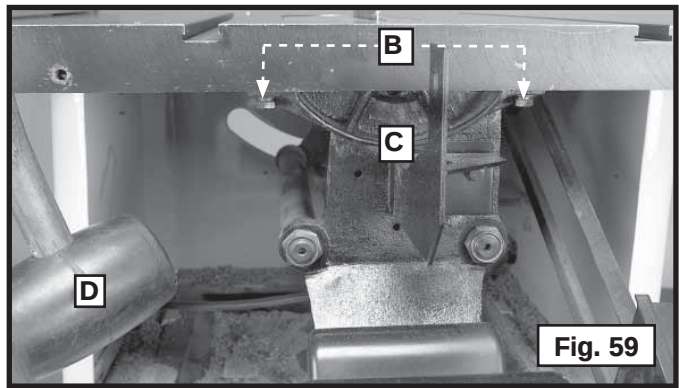

Fig. 59
3. Para ajustar, afloje los dos pernos de cabeza hexagonal (B), Fig. 59, que unen el soporte giratorio trasero a la mesa de la sierra.
4. Use un mazo de goma (o un martillo común con un bloque de madera) para golpear el soporte giratorio (C) hasta que la hoja de la sierra se encuentre en el centro de la ranura del inserto para mesa y esté paralela a la ranura del calibrador de inglete.